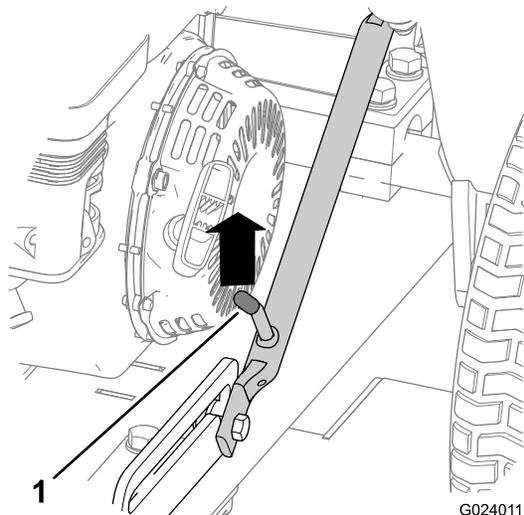
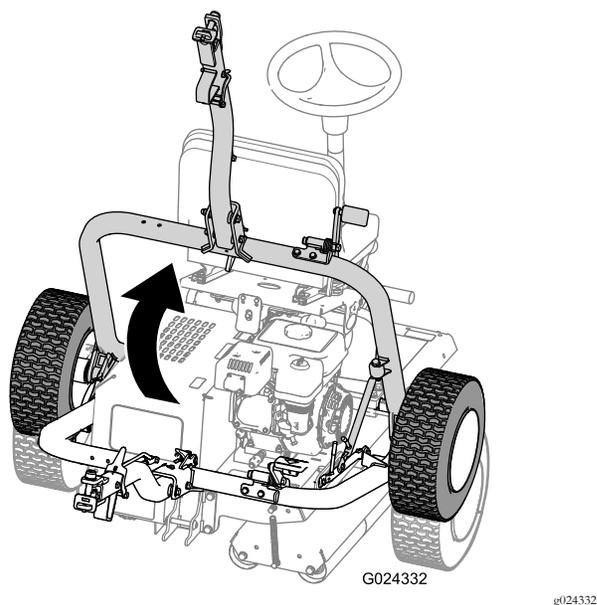

Figura 25
Figura 29
- A. Sollevare il gruppo dell'attacco in modo che la leva del dispositivo di fermo sia sbloccata dal fermo di scorrimento (Figura 25).
- D. Sollevate l'attacco (Figura 29) in modo che la leva del dispositivo di fermo sia bloccata nel fermo di scorrimento (Figura 25).